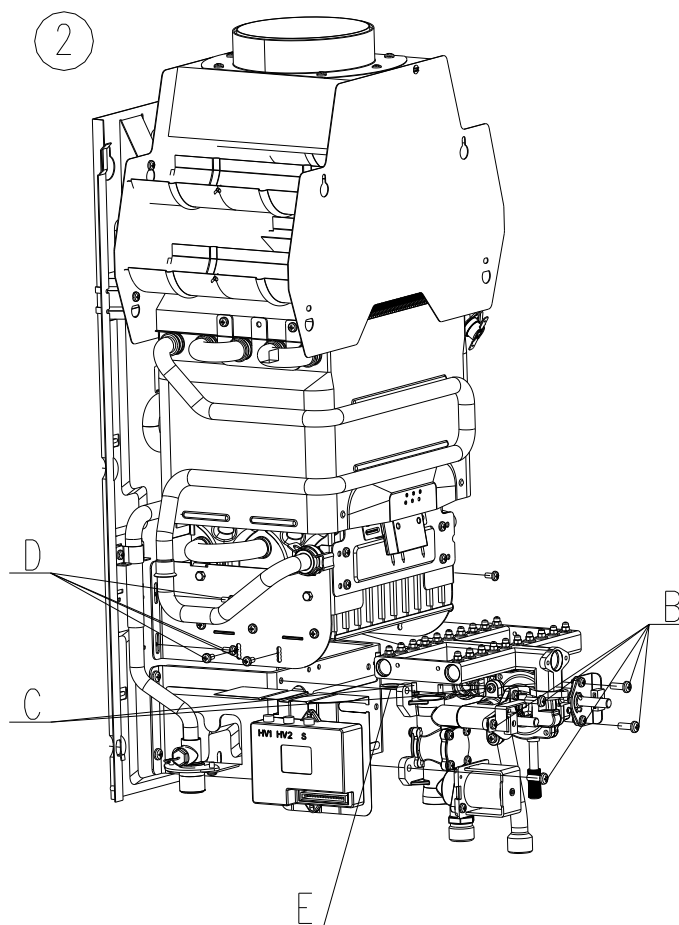

fig.16
2. Desaparafuse a ligação entre a válvula água-gás e o seu suporte, retire o grampo que fixa a ligação da válvula água e o tubo de entrada de água do queimador. Remova a conexão do cabo para a válvula de água-gás e aterramento (fig.16, conjunto B)
3. Desaparafuse a conexão entre a válvula de água-gás e o gás manifold. (fig.16, setp C)
4. Desaparafuse a conexão entre o coletor de gás e os dois suportes laterais no queimador. Afrouxe os parafusos de descanso de ambos os suportes laterais para liberar completamente o coletor (fig.16, conjunto D) e, em seguida, retire o coletor
- Opere a substituição lentamente e certifique-se de não danificar nenhuma das juntas de vedação e coloque-as nas posições corretas. Recomenda-se substituí-los por um novo (fig.16, setp E).**